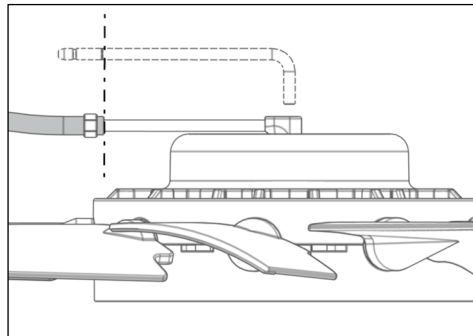

Abb. 19
- 9) Druckschlauch über das Lufteinlassrohr bis zur Markierung (25 mm / 0.984") schieben (Abb. 19).